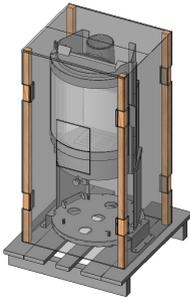

ABB. 1 - FRACHTSTÜCK KONSTRUKTION STUB
- Eins enthält den Geräteaufbau wie in Abb. 1.